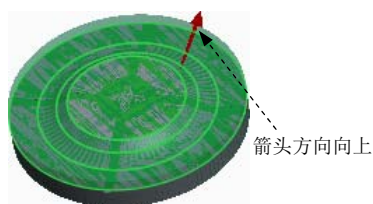

图 10.1.19 默认的箭头方向
Step6. 确认箭头方向如图 10.1.19 所示，在弹出的 **▼ DIRECTION (方向)** 菜单中选择 **Okay (确定)** 命令。